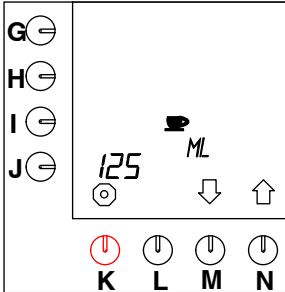

Fig. 24 Innehåll kopp
- Tryck på valtangenten (N.)↑ tills fig. 24 visas på displayen.